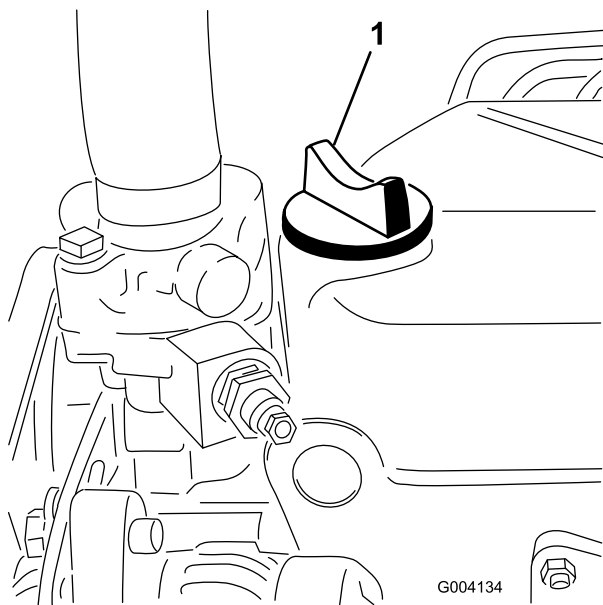

Figure 14
5. Si le niveau n'atteint pas le repère maximum, enlevez le bouchon de remplissage (Figure 14) et faites l'appoint jusqu'à ce que le niveau correct soit atteint.